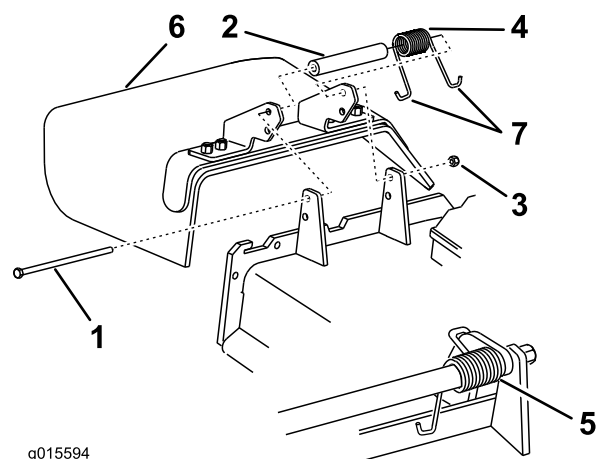

Figura 89
Nota: Certifique-se de que a extremidade em J de mola está montada por trás da extremidade da plataforma antes de colocar o parafuso como apresentado em Figura 89.
- Coloque uma extremidade em gancho J da mola em torno do defletor de relva (Figura 89).
- Retire a porca de bloqueio, o parafuso, a mola e o espaçador que fixam o defletor aos apoios de articulação (Figura 89).